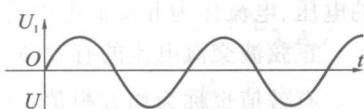

图 1-10 交流电波形图
b. 交流电定义:强度与方向都随时间做周期性变化的电流叫作交变电流,简称交流电(图 1-10)。发电厂的发电机是利用动力使发电机中的线圈运转,每转 180°发电机输出电流的方向就会变换一次,因此电流的大小也会随时间做规律性的变化。此种电源就称为“交流电源”,简记为 AC。交流电源在电路图里以符号“”表示。